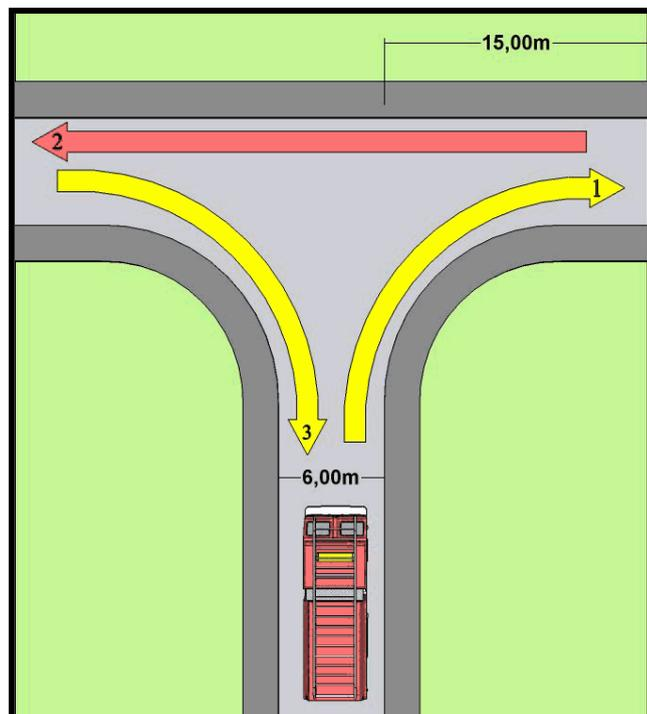

Figura 3 – Retorno em formato de “T”
**5.1.4** A via urbana que exceda 45 m de comprimento deve possuir retorno circular (Figura 1), retorno em formato de “Y” (Figura 2) ou retorno em formato de “T” (Figura 3), respeitadas as medidas mínimas indicadas.